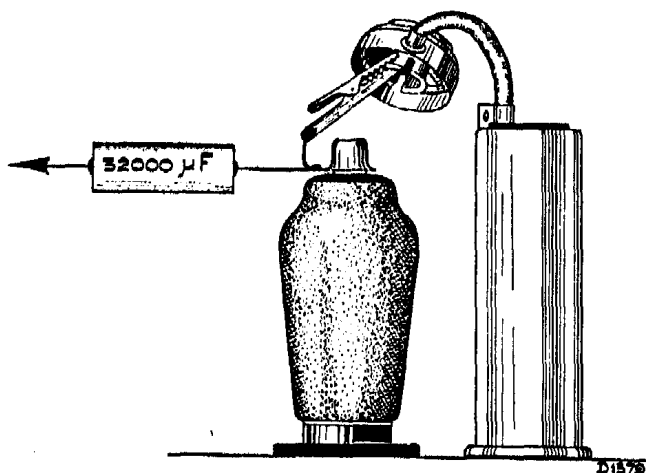

Fig. 2
Appliquer, de la façon suivante, un signal à la grille de commande: Le circuit de grille reste raccordé à la grille et le signal est appliqué à travers un condensateur de  $32000 \mu\text{F}$  (voir fig. 2). Le régulateur du volume sera toujours tourné sur le maximum; si le signal est trop puissant, ramener, en arrière, l'atténuateur de l'émetteur service.
2. Appliquer un signal de 128 Kc à la grille de commande de L1 (fig. 2).